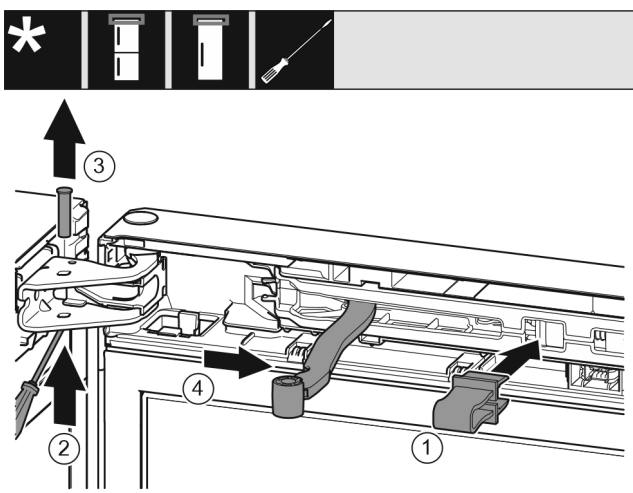

Fig. 9
- ▶ Poistku zaklapnite v otvore. Fig. 9 (1)
- ▶ Čap vysuňte skrutkovačom. Fig. 9 (2)
- ▶ Čap vyberte nahor. Fig. 9 (3)
- ▶ Kĺb otočte v smere dverí. Fig. 9 (4)